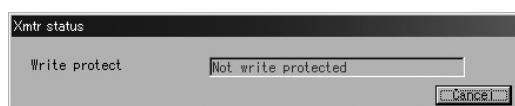

図114
- ② 図114のようなメッセージボックスが現れ、変換器の状態を確認することができます。